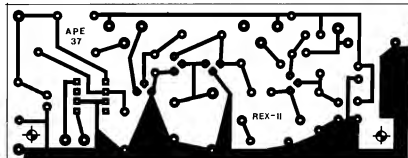
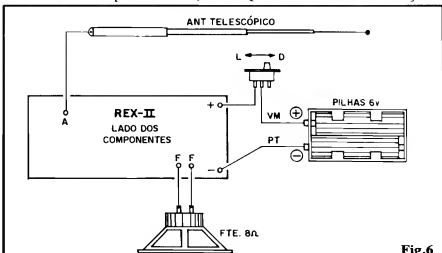
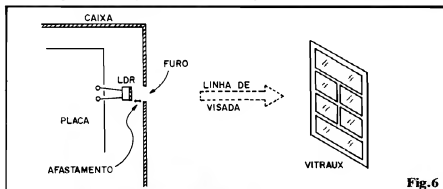
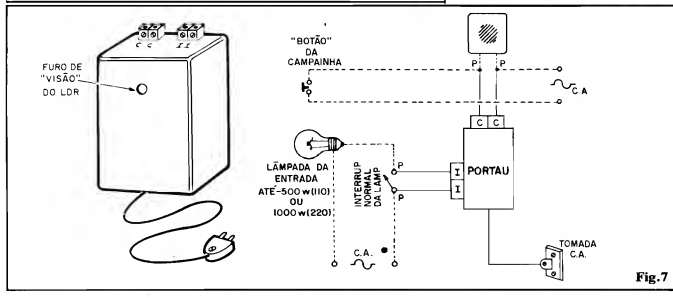

Fig.4
Fig.6
Fig. 6
Fig. 7
- FIG. 4 - LAY OUT DA PLACA DE CIRCUITO IMPRESSO - Simples e não muito congestionado, o padrão cobreado de ilhas e pistas poderá ser facilmente re-
- **FIG. 6 - LIGAÇÕES EXTERNAS** - A placa continua vista pelo lado dos componentes (só que, para "limpar a área", estes não são mais mostrados...). Observar com atenção a polaridade das conexões da alimentação (como sempre codificada pelas cores dos fios, com **vermelho** para o **positivo** e **preto** para o **negativo**...). As demais conexões (antena e altofalante) são elementares, à prova de erros...
- **A UTILIZAÇÃO - AS EXPERIÊNCIAS** - Inicialmente, aplicada ao circuito uma antena telescópica comum (fig. 6), esta deverá ser "levantada", verticalmente. Colocam-se as pilhas e liga-se o interruptor geral... O trimpot (ou potenciômetro - fig. 8) de volume (22K) deve ser colocado no máximo, reduzindo-se um pouco o ajuste se for constatado um ruído "de fundo" muito "bravo"... Com a bobina convencional (fig. 3) de sintonia, podem ser procuradas estações de FM comercial, através do ajuste do trimmer (ou capacitor variável - ver fig. 7). Obtida a sintonia de uma emissora qualquer, o trimpot
(antenas) mais "bravas", situadas no alto do telhado (pode ser usada uma vareta simples, ou até antenas originalmente projetadas para comunicações ou para recepção de FM comercial...). A cabagem de "descida" dependerá da impedância natural da antena utilizada... Em qualquer caso, o "polo vivo" do cabo da antena deverá ser ligado ao ponto "A" da placa (ver fig. 6), enquanto que o outro polo ("terra") pode ser soldado diretamente à barra cobreada mais larga da placa (fig. 4), referente ao "terra" geral do circuito (linha do negativo da alimentação). Eventualmente o conjunto funcionará melhor com a intermediação de um baloon (pequeno transformador/casador de impedâncias, próprio para a "descida" de antena, e costumeiramente usado para acoplar cabos às entradas de aparelhos de TV ou video-cassetes...). Lembrem-se sempre: o REX-II é um circuito para EXPERIMENTAÇÃO e não pode ser esperado dele um desempenho (em sensibilidade, seletividade e volume/fidelidade de áudio) tão bom quanto o presente em receptores comerciais da faixa de VHF... Entretanto, se corretamente montado, e usado com paciência e bom senso, será uma fonte inesgotável de surpresas e "descobertas" (sabemos que os Hobbystas adoram essas possibilidades...). O espectro das comunicações em VHF é muito amplo e variado e - mesmo para os que não têm vocação para "araponga" - será muito gostoso ficar "xerecando" na faixa...!
- FIG. 6 - DETALHES DO POSICIONAMENTO DO LDR - O "olho" do circuito, através do qual ele "sabe" se é dia ou se noite, deve ficar além de "desimpedido", ligeiramente "embutido", com o pequeno afastamento sugerido favorecendo uma certa direcionalidade no sensoramento, com o que o LDR ignorará outras
- FIG. 7 - A CAIXA E A INSTALAÇÃO FINAL - O acabamento/disposição final do container do PORTAU poderá se inspirar na sugestão apresentada na ilustração... Observem o posicionamento dos acessos "C-C" e "I-I", com os respectivos conectores identificados e localizados no topo da caixa... A saída para o "rabicho" poderá ficar na lateral oposta da caixa... O furo (com o
LDR "semi-embutido", conforme fig. 6) pode ficar na parte frontal ou mesmo numa das laterais, dependendo da posição pré-escolhida para fixação da caixa (em função de "onde" exista, também, uma janela próxima, nas condições indicadas na fig. 6). Ainda na fig. 7 vemos o diagrama geral de instalação, de "casamento" do PORTAU com a fiação C.A. já existente (todas as linhas tracejadas referem-se à cabagem/instalação normal do local, que não precisará ser "mexida"...). Os acessos "C-C" vão a ambos os terminais da cigarra da campainha (os fios que lá estavam devem continuar ligados, para que a cigarra possa normalmente tocar quando o botão da campainha for acionado...). Os acessos "I-I" vão aos terminais do interruptor que normalmente aciona a(s) lâmpada(s) da entrada da casa... Também aqui, os fios que já estavam ligados ao tal interruptor, devem lá permanecer, de modo que a iluminação possa também ser acionada "manualmente", sem a intervenção do PORTAU, quando isso for desejado... Finalmente, o "rabicho" vai ligado a uma tomada C.A. próxima... Observe que o local exato de fixação da caixa do PORTAU deve ser escolhido a partir de algumas condições elementares, e de um pouco de bom senso: deve haver uma janela em "linha de visada" (para a informação luminosa ao